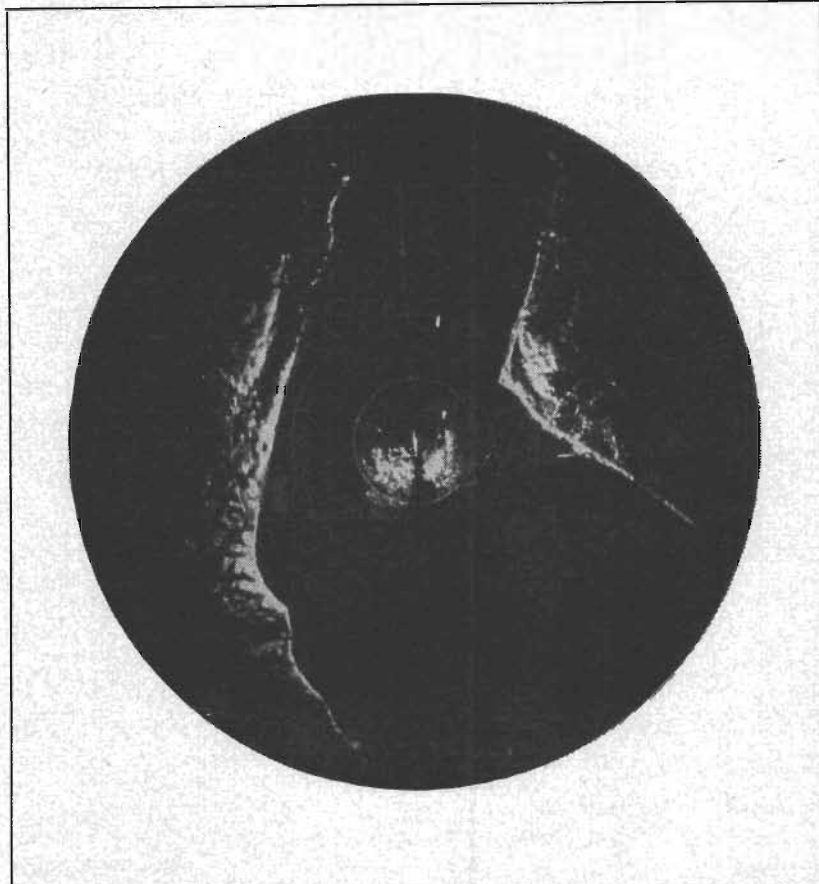

Fig 7
stor informationskapacitet.1 Med oförändrad strålbredd från antennen ökar radaranläggningens informationskapacitet med fjärde roten ur frekvensen. Vid oförändrad antennstorlek ökar informationskapaciteten med frekvensen upphöjd till 9/4. Radarstationerna arbetar med våglängder av storleksordningen 8 mm för att komma ifrån absorption i atmosfären. Millimeterradar användes huvudsakligen för närnavigation, där man inom ett begränsat område vill se så många detaljer som möjligt. Som exempel kan nämnas fartygstrafik i kanaler och hamnar samt trafiken på startbanorna vid flygfälten. Fig. 7 visar en radarbild av ett avsnitt av Messina-sundet tagen med en 8 mm radar (4). Radarskärmen täckte i detta fall ett område med en radie av ca 5 km.